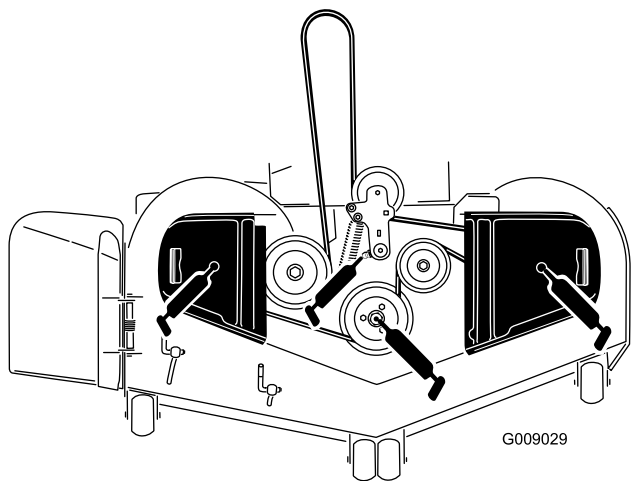

Figura 39
3. Engrase el pivote de la polea tensora de la carcasa de corte hasta que salga grasa por el extremo inferior (Figura 39).
4. Engrase los 3 cojinetes de los ejes hasta que salga grasa de las juntas inferiores (Figura 39).
5. Engrase el brazo tensor de la correa de la carcasa (Figura 39).